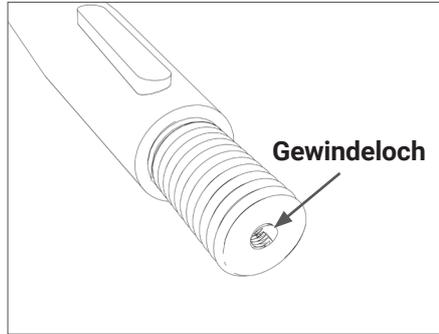
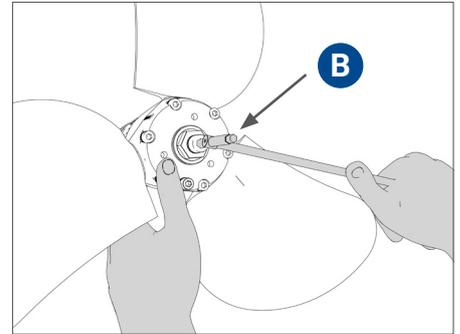

ABB. 16 Bohren Sie Gewindeloch in die Welle, es muss perfekt zentriert und auf Achse sein
ABB. 17 Anziehen der Sicherungsschraube
- Bei den Wellen-Versionen wird die Sicherungsschraube **B** in jedem Fall mitgeliefert; die Spannmutter **A** wird individuell für die Maße des Kunden geliefert. Wenn diese Lösung aus Sicherheitsgründen gewählt wird, muss in die Propellerwelle ein Gewindeloch mit einer für den Bolzen geeigneten Gewindegröße gebohrt werden, wobei darauf zu achten ist, dass es zentriert und perfekt ausgerichtet ist (**Abb. 16**), damit die Sicherungsschraube **B** eingeschraubt werden kann (**Abb. 17**).